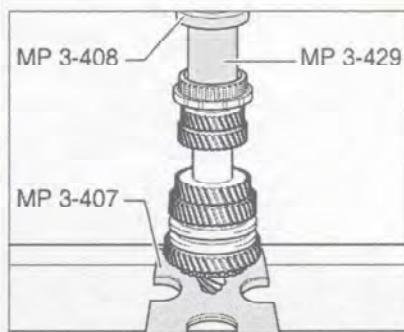

Рис. 7.115. Установка ступицы синхронизатора 5-й передачи/передачи заднего хода.
31. Напрессуйте ступицу синхронизатора 5-й передачи/передачи заднего хода с помощью специального инструмента (рис. 7.115). Более высокий буртик должен быть направлен в сторону шестерни 5-й передачи. Большой диаметр оправки MP 3-429 направлен в сторону ступицы синхронизатора.